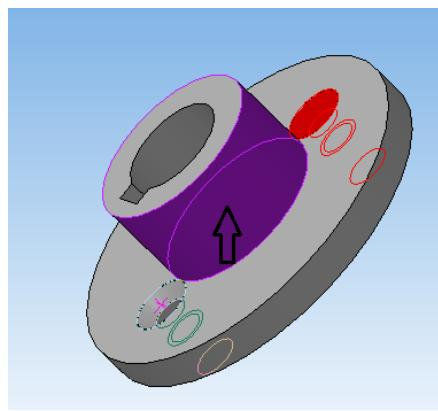

Рисунок 101.
4. Далее выберите команду «Совпадение», укажите на торцевую поверхность фланцевой части «Поводка» и торцевую поверхность заклепочной части «Пальца», после чего Палец займет нужное положение (рисунок 101).